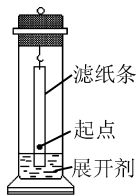

图 11
注意事项:如图 11 所示,①滤纸不可触及试管的内壁,试样点不能浸入展开剂中,否则溶解在展开剂中了。②纸层析法中所用的有机溶剂如丙酮等,一般有挥发性、并有一定毒性,使用时要注意密封层析,避免吸入过多有害挥发物。